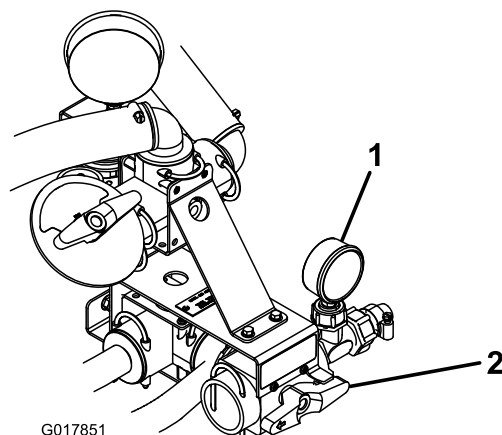

図 21
3. 制御バルブについている赤いノブを回してハンドガン・モードにする（図 21）。
注 制御バルブの右側にある水圧計を見ながら制御バルブの赤いノブを操作して、ハンドガン散水時の希望水圧に設定する（図 21）。